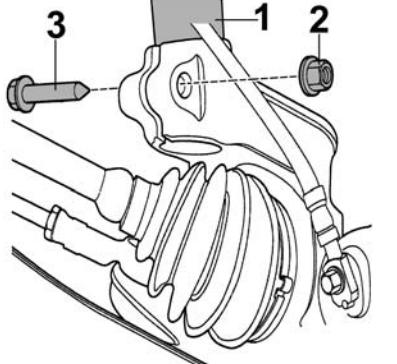

Fig. 2
- **Fig. 2** Befestigungsschraube (3) des Federbeins am Achsschenkel ausbauen.
- **Fig. 2** Remove Strut's fastening screw (3) on the steering knuckle.
- **Fig. 2** Démonter la vis de fixation (3) de la jambe élastique sur la fusée d'essieu.
- **Fig. 2** Quitar el tornillo (1) de sujeción (3) el amortiguador en la mangueta.